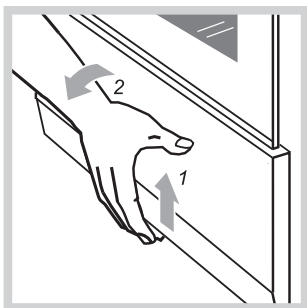

Рис.13
- Плиты выпускаются двух исполнений: с выдвигающим ящиком и с откидной дверцей. Чтобы открыть дверцу, ее нужно приподнять вверх и наклонить на себя (рис.13).